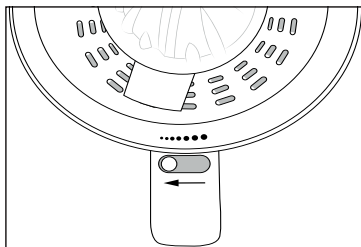
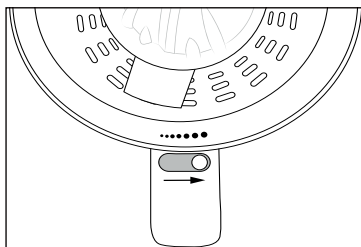

Fig. 2
Fig. 3
- ◆ Use el interruptor de selección **6** para ajustar el contenido de pulpa del zumo de fino (puntos pequeños, Fig. 2) a grueso (puntos grandes, Fig. 3).